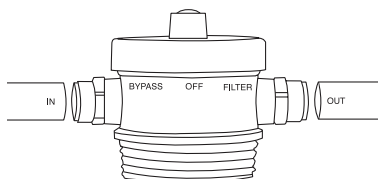

Figure 4
7. En vous référant à la section "Utilisation de raccords à pression", insérez le conduit dans la tête du filtre en vous assurant que le bout du conduit est fermement logé sur la butée. Raccordez le conduit de l'alimentation en eau au port "entrant (IN)" (voir la Figure 4).